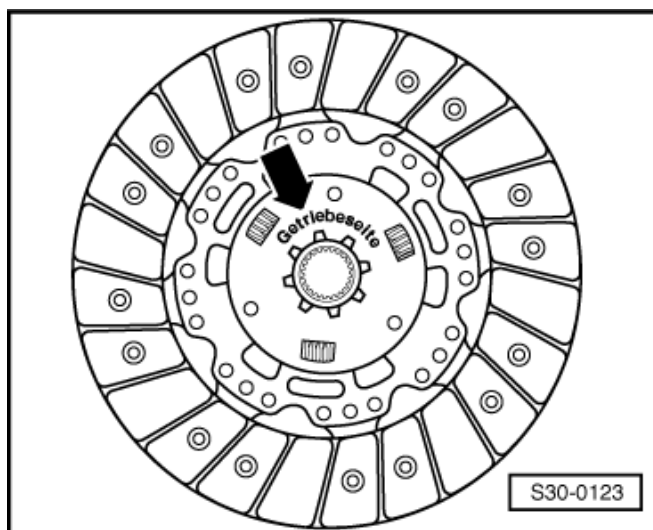

Abb. 2: Enden der Membranfedern prüfen
- ☐ Enden der Membranfeder prüfen ⇒ Abb. 2 in **30-3**